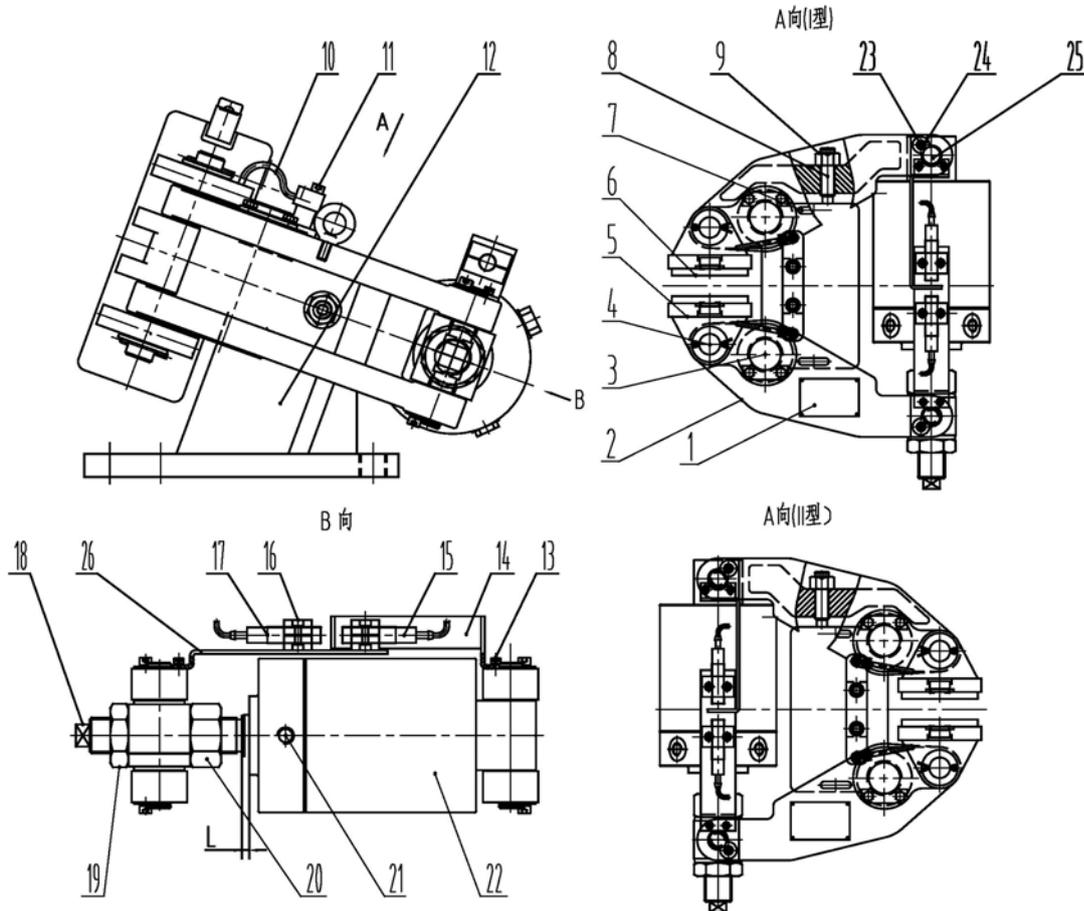

图 2.4-9 制动器结构图
制动器使用液压驱动释放，碟形弹簧施力制动，其结构如图2.4-9所示。其工作原理
- 2、松退夹紧力调整螺母（件 20）（参考图 2.4-9），然后顺时针旋转锁紧螺母 A（件 19）使制动臂打开，并保证制动衬垫间的距离大于制动盘厚度 3mm 以上；